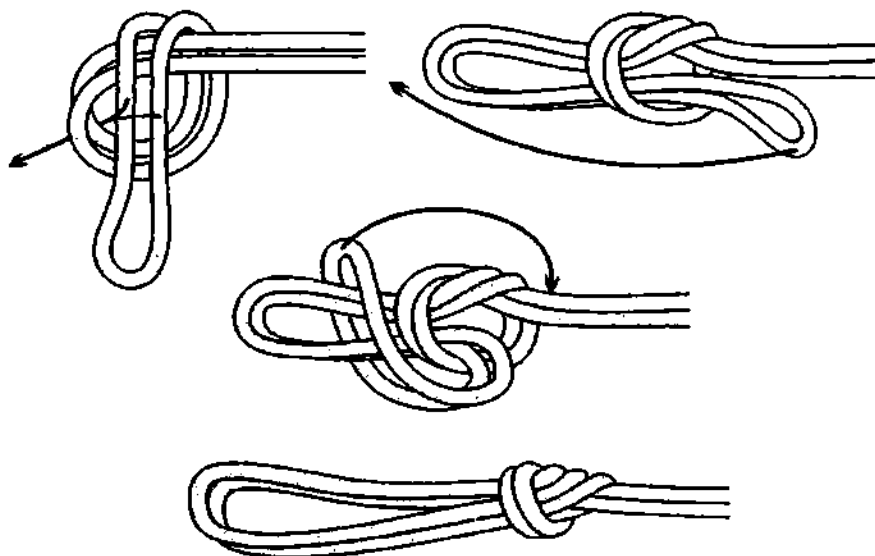

Рис. 454. Заячьи ушки.
**Заячьи ушки** вяжутся из **дубового узла** (рис. 454). Узел очень надёжный, крепкий, но сильно затягивается и очень тяжело развязывается после приложенной нагрузки, как и **дубовый узел**. **Заячьи ушки** отлично держат не только на верёвке, но и на леске. Петля не нуждается в контрольном узле.